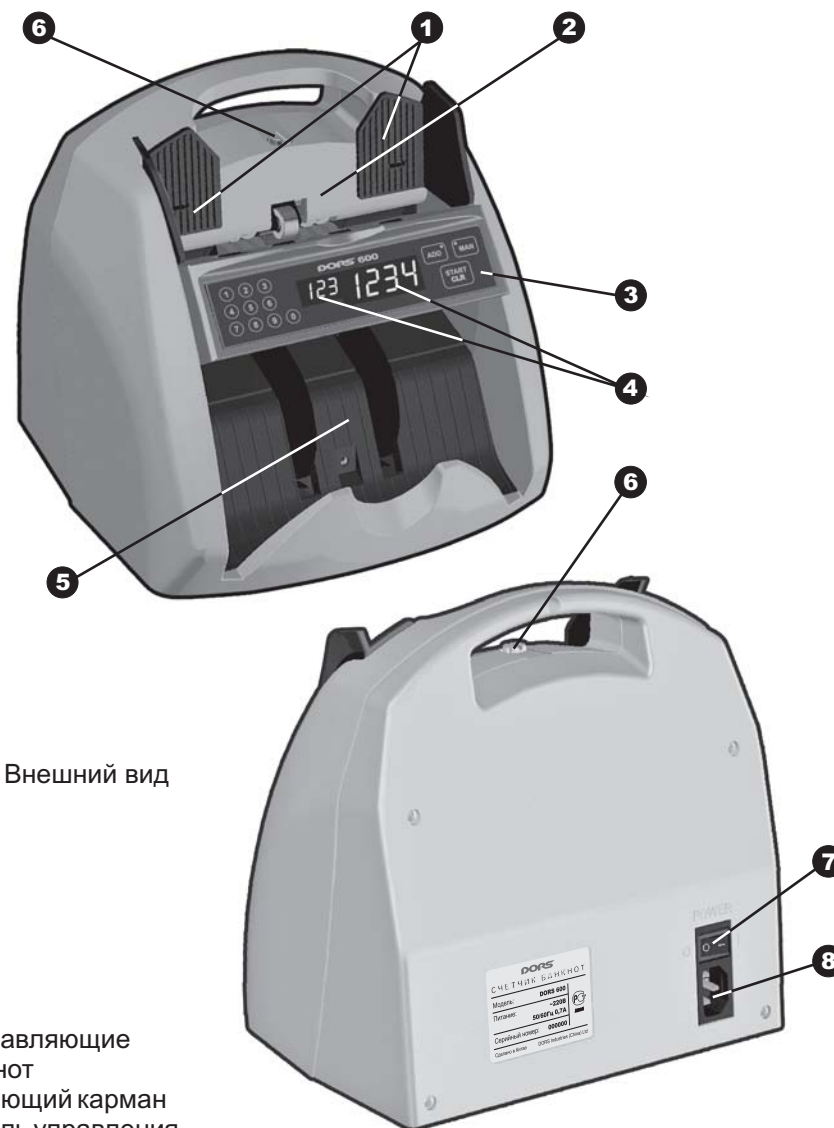

Рис. 1. Внешний вид
2. Настройте зазор механизма подачи банкнот на нужную толщину. С помощью винта установки толщины банкноты Ⓔ (см. рис. 1) отрегулируйте зазор между разделительными и подающими роликами. Зазор должен быть таким, чтобы одна банкнота проходила между роликами свободно, а две банкноты, сложенные вместе, не проходили. Необходимый зазор обеспечивается вращением винта: увеличение – против часовой стрелки, уменьшение – по часовой стрелке.